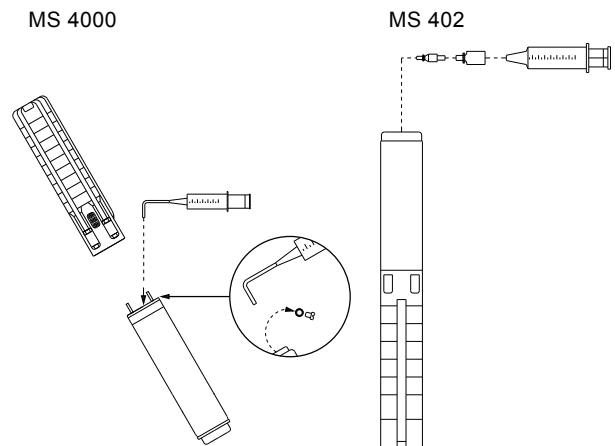

Abb. 2 Position des Motors während des Befüllens, MS 4000 und MS 402
1. Den Unterwassermotor wie in Abb. 2 positionieren. Die Einfüllschraube muss sich am höchsten Punkt des Motors befinden.
3. Die Flüssigkeit mithilfe der Füllspritze in den Motor einfüllen, bis die Flüssigkeit aus der Einfüllöffnung wieder austritt. Siehe Abb. 2.